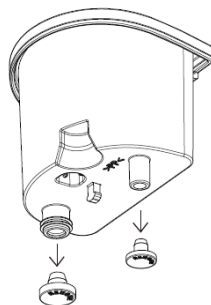

Рис. 1
3. Снимите герметичную крышку с нового картриджа от накипи (рис. 1).